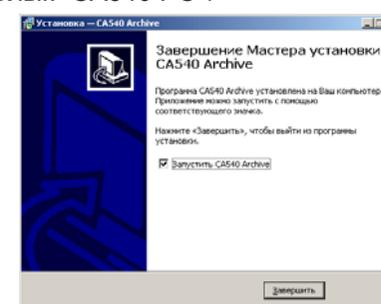

Рисунок 8.18
6) На экране появится окно (рисунок 8.18). Для завершения установки драйвера щелкнуть по кнопке **Завершить**, на Рабочем столе появится ярлык "CA540 PC".